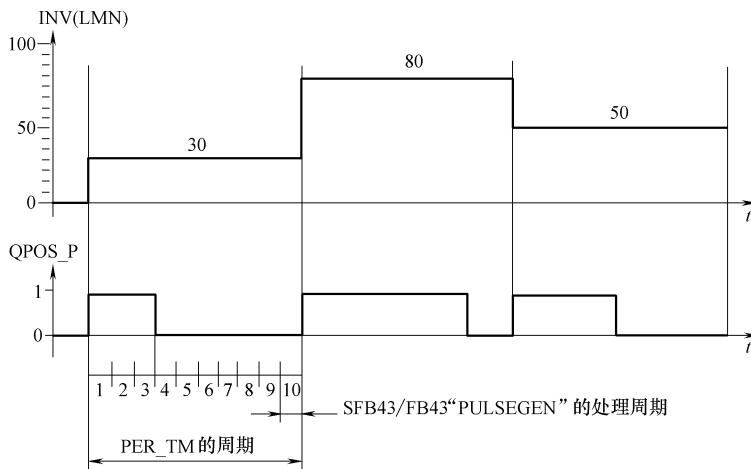

图 8-15 PER_TM 的周期与 SFB43/FB43 “PULSEGEN” 处理周期的关系
分配给 PER_TM 的周期与 SFB43/FB43 “PULSEGEN”的处理周期不完全相同。PER_TM 周期是输出脉冲的恒定周期，PER_TM 周期由若干个 SFB43/FB43 “PULSEGEN” 处理周期组成，因此可以将每个 PER_TM 周期 SFB43/FB43 “PULSEGEN” 调用的次数作为脉宽调制精度的衡量标准。PER_TM 的周期与 SFB43/FB43 “PULSEGEN”的处理周期的关系如图 8-15 所示，图中以 QPOS_P 输出为例。
1) 脉宽调制 (脉冲宽度调制)。在图 8-15 中，假定一个 PER_TM 周期里调用 10 个
2) 调制精度。在图 8-15 中,在 PER_TM 一个周期里调用“PULSEGEN”的处理次数的比例就是反应控制精度的比例。如在图 8-15 中,一个 PER_TM 周期里调用 10 个“PULSEGEN”的处理周期,那么控制精度为 1:10,换句话说就是输入值 INV 只能映射 10% 为量化单位的 QPOS_P 脉冲输出占空比。